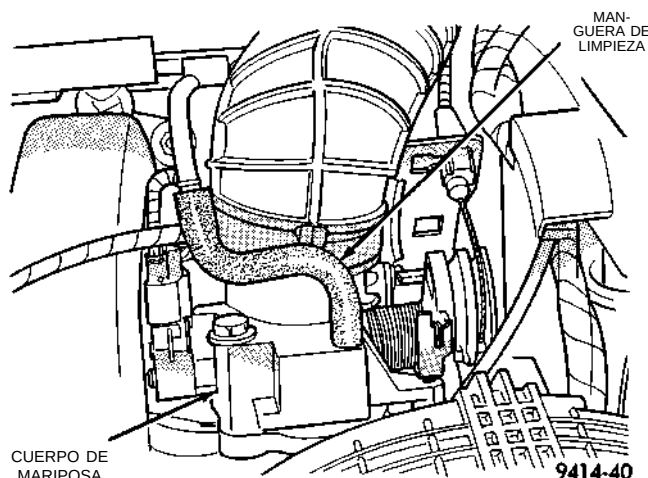

Fig. 83 Manguera de limpieza
- (3) Desconecte la manguera de limpieza del racor del cuerpo de mariposa (Fig. 83).